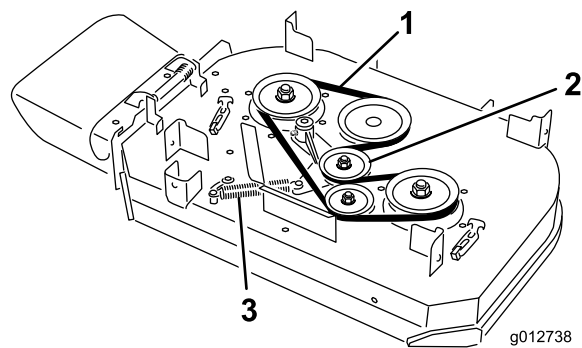

Figure 65
4. Décrochez le ressort du tenon d'ancrage sur le bras de la poulie de tension (Figure 65).
5. Enlevez la courroie usée du plateau de coupe (Figure 65).
6. Montez la courroie neuve sur la poulie d'embrayage, les poulies du plateau de coupe et la poulie de tension (Figure 65).
7. Accrochez le ressort au tenon d'ancrage sur le bras de la poulie de tension (Figure 65).
6. Montez la nouvelle courroie autour des poulies du plateau de coupe et de la poulie de tension (Figure 65).
5. Décrochez le ressort du tenon d'ancrage sur le bras de la poulie de tension (Figure 65).
6. Enlevez la courroie usée du plateau de coupe (Figure 65).
7. Montez la courroie neuve sur les poulies du plateau de coupe, la poulie d'embrayage et la poulie de tension (Figure 65).
8. Montez le ressort sur le tenon d'ancrage (Figure 65).